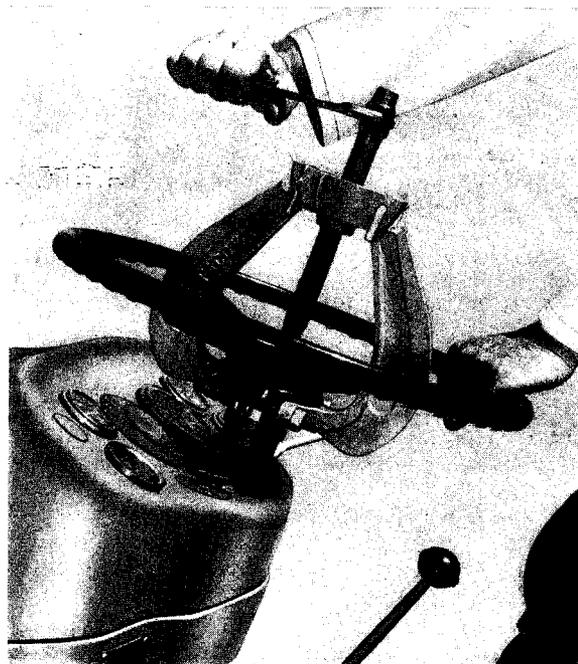

Fig. 1
- 3° Extraire le volant au moyen d'un extracteur de volant de direction muni de demi-lunes souples (fig. 1).